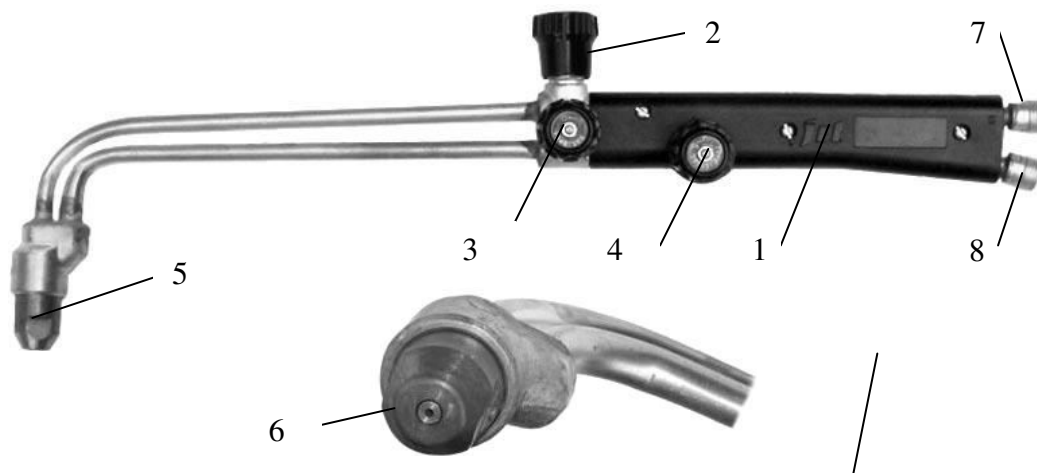

Рис.1 Резак в сборе РЗП с кольцевым каналом подогревающего пламени
4.2 Кислород поступает по рукаву, присоединенному ниппелем к штуцеру резака накидной гайкой, имеющей правую резьбу, и далее, через клапан с надписью «Кислород» (см. рис. 1) в инжектор, выполненный в корпусе клапанов, и смесительную камеру.